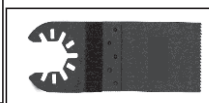

Fig. 1a
a) Pentru accesorii “ deschide din nou “ ( Fig. 1a ) , șurub lama nu ar trebui să fie eliminată . Este suficient pentru a slăbi ușor lama , pentru a permite accesoriul să se strecoare între scripetele și deținătorul accesorii .